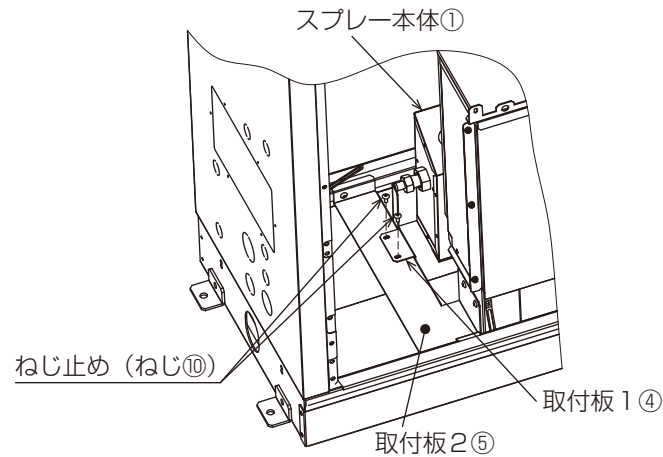

図 6
… 図 6
- ※1 図 6 は左配管取出しの場合を示しています。
- ※4 加湿器配管用穴の締付け部にはパネルへの伝熱防止のため、必ずパッキン⑥をはさんで締付けてください。
- ※5 ツギテ②および現地配管接続部の P T ねじ部にはシールテープ等のシール材を使用してください。